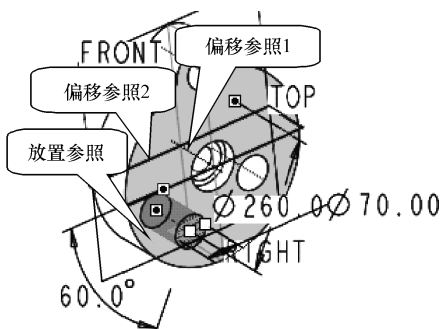
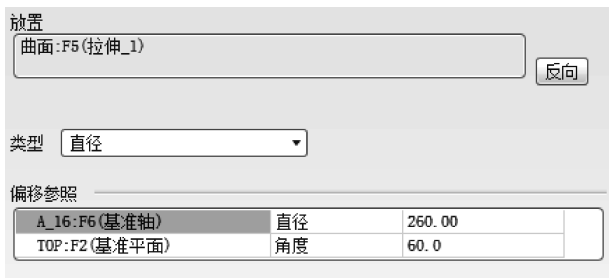

图 7-34 设置参照
图 7-35 设置孔放置类型
(23) 单击【工程特征】工具栏中的【孔】按钮，弹出【孔】操控板。
(24) 在操控板中单击【放置】按钮，弹出【放置】下滑面板，此时【放置】参照收集器处于淡绿色激活状态，在图形区选择轮盘前端面作为钻孔面。
(25) 在【放置】下滑面板的【类型】下拉列表框中选择【直径】类型。单击【偏移参照】收集器，使其处于淡绿色激活状态。
(26) 在图形区选择基准轴1作为第1个偏移参照，在图形区双击直径尺寸，在出现的文本框中输入数值“260”，在图形区单击鼠标中键或按〈Enter〉键接受该值。
(27) 按住〈Ctrl〉键选择“TOP”基准面作为第2个偏移参照，在图形区双击角度尺寸，在出现的文本框中输入数值“60”，在图形区单击鼠标中键或按〈Enter〉键接受该值。参照选取情况和【参照】下滑面板分别如图7-34和图7-35所示。